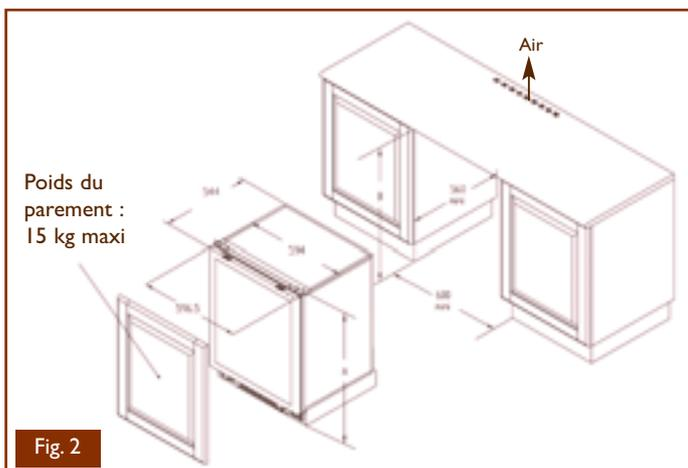

Fig. 2
• Dimensions à respecter pour une porte technique "en option"(Fig.2) :